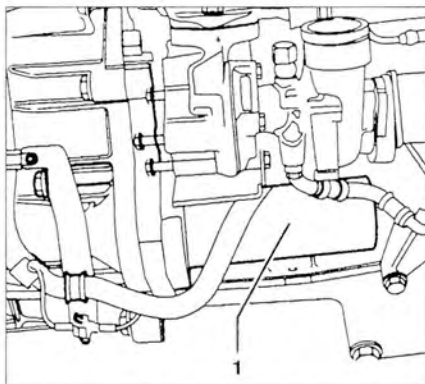

Рис. 9.6. Открутите болты (стрелки) и снимите стартер **1**.
9. Открутите болты (стрелки) и снимите стартер **1** (рис. 9.6).